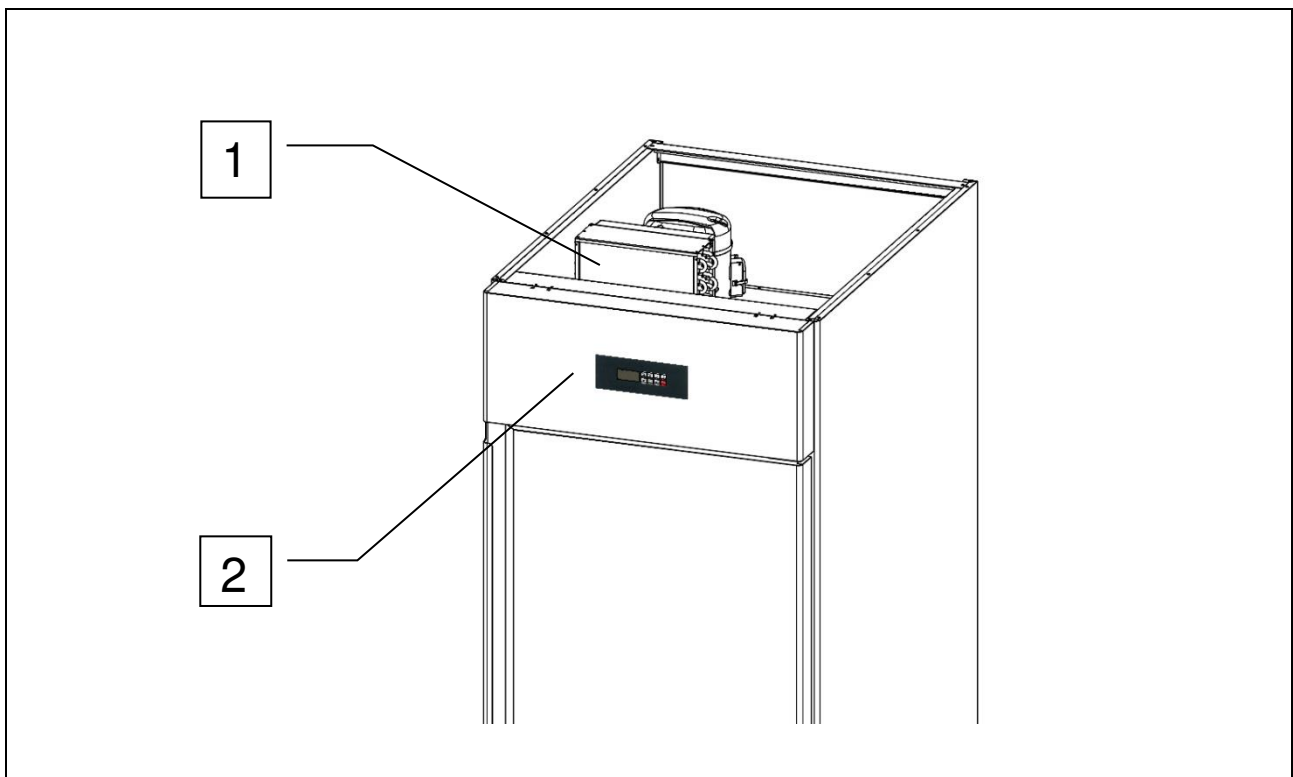

Fig. 3
- Unité réfrigérante monobloc (réf. 1, fig. 3);
- Panneau de commande (réf. 2, fig. 3)